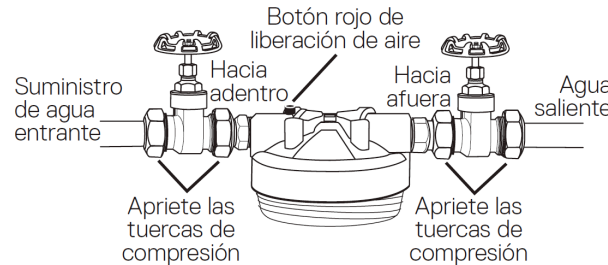

Figura 4
7. Coloque la cabeza del filtro y las válvulas de cierre a la tubería. Cerciórese de que el puerto de entrada "IN" con el botón rojo de liberación de aire esté conectado al tubo de suministro de agua entrante. Apriete las tuercas de compresión a ambos lados de las válvulas (ver Figura 4). (En 4 puntos)